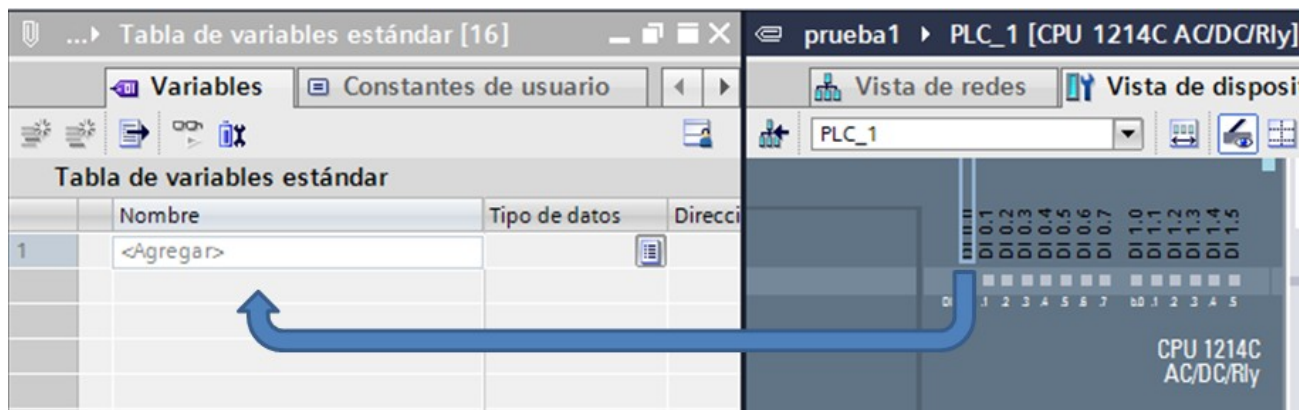

Figura 10. Agregar variables..
8. Ajuste el zoom de la “Vista de dispositivos” para poder ver bien las entradas y salidas del PLC, se recomienda un 250%, de clic en la entrada IO.0 y sin soltar el mouse arrástrela hasta “tabla de variables”(Ver Figura 10).